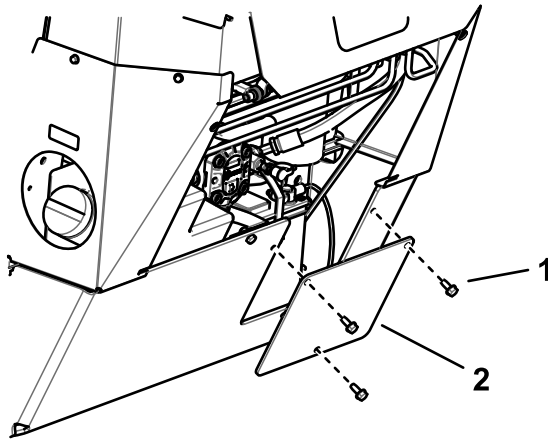

Figure 37
- Reposez le couvercle d'accès à la batterie (Figure 37).